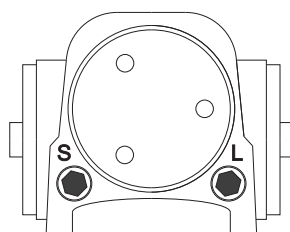

Рисунок 3
5. Отрегулируйте винтом «CLOSING» (рисунок 3) скорость закрытия.